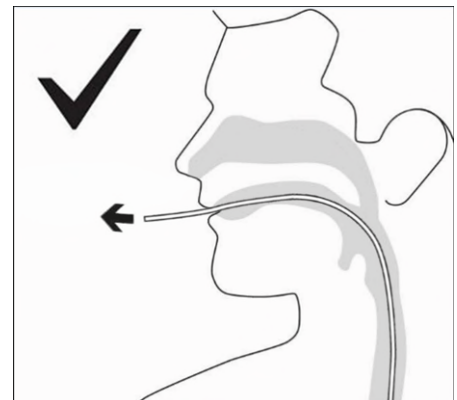

Fig.9
Extraire l'éponge uniquement par la bouche ; en aucun cas par le nez (fig. 9).
1. Déconnecter l'Eso-SPONGE de la pompe. Si le drain sort par voie nasale plutôt que par voie orale, il faut de nouveau le faire passer par la bouche (fig. 9).